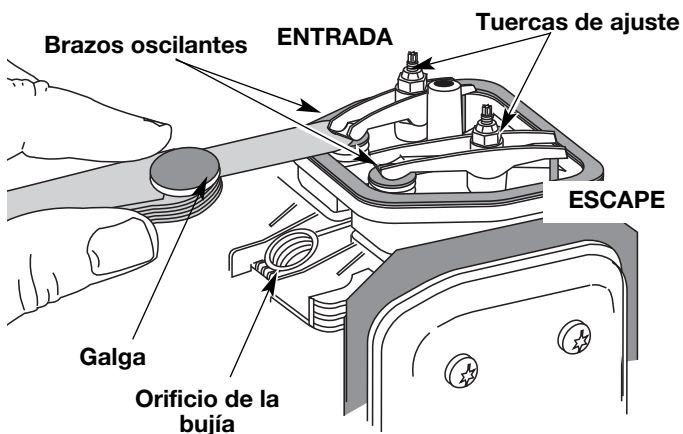

Fig. 29
- El pistón se encuentre en la parte superior de su recorrido mientras mira dentro del orificio de la bujía de encendido (Fig. 29).
7. Deslice la galga entre el brazo oscilante y el resorte de retorno de la válvula. Mida el huelgo entre el vástago de la válvula y el brazo oscilante (Fig. 29). Realice esto en las válvulas de entrada y de escape.
El huelgo recomendado para las válvulas de entrada y de escape es 0,076 – 0,152 mm (0,003 – 0,006 pulgadas). Use un calibrador regular de automóvil de 0,127 mm (0,005 pulgadas). El calibrador debe deslizarse entre el balancín y el vástago de la válvula con una ligera cantidad de resistencia, sin doblarse (Fig. 29 y 30).
- a. Gire la tuerca de ajuste con una llave de 8 mm (5/16 pulgadas) o una guía de tuercas (Fig. 29).